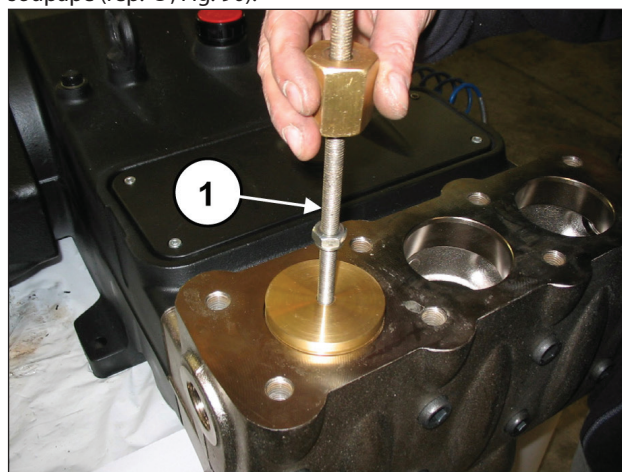

Fig. 90
Extraire le capuchon de soupape à l'aide d'un extracteur à inertie à appliquer au trou taraudé M10 du capuchon de soupape (rep. ①, Fig. 90).